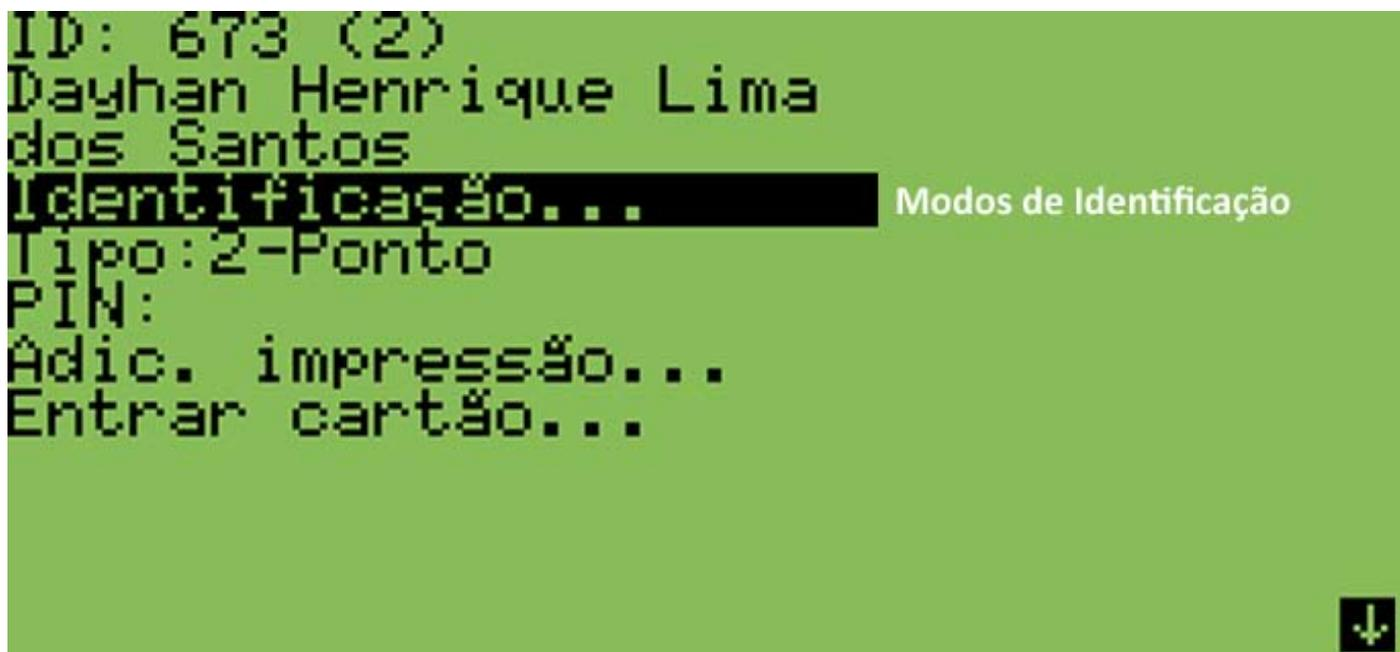

Fig. 32 - Use as teclas de navegação acima do teclado para acessar a opção.
- 5 - Navegue para a opção “IDENTIFICAÇÃO” e pressione “#”; (fig. 32).